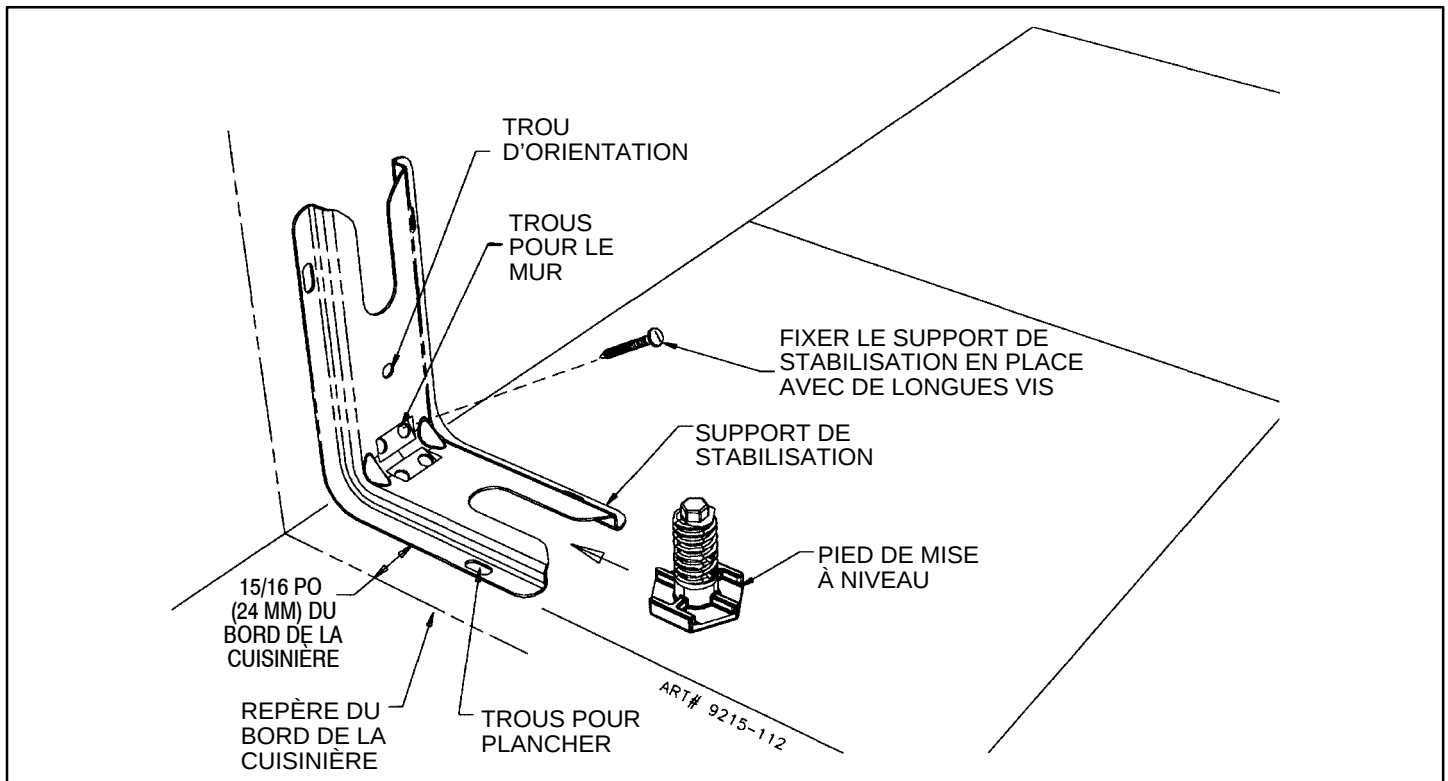
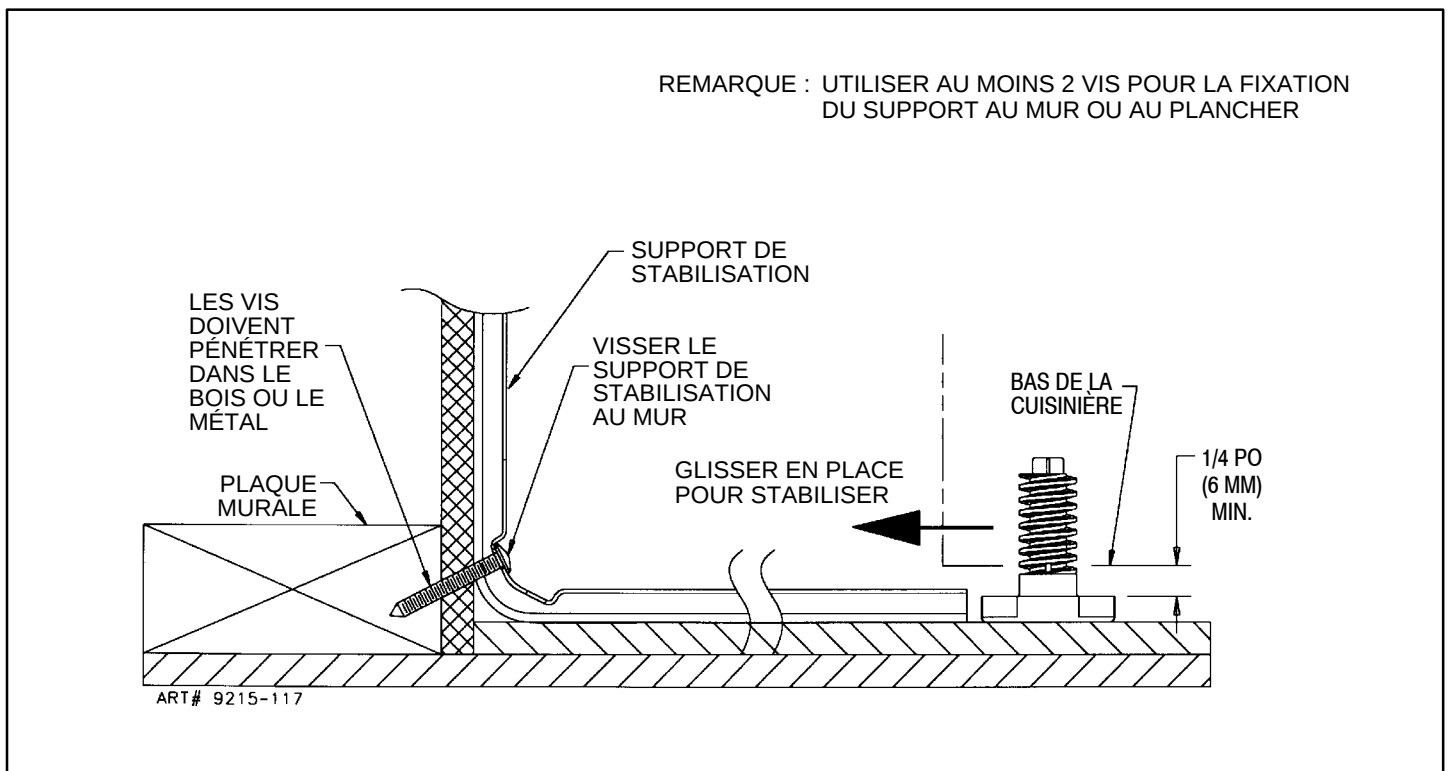

FIGURE 3
FIGURE 4
ÉTAPE 1 - Emplacement du support de stabilisation (voir figure 3).
- B. Placer le SUPPORT à 15/16 po (24 mm) de la marque du « BORD » en allant vers le centre de l'ouverture et contre le mur arrière tel qu'indiqué à la figure 3, le trou d'orientation étant contre le mur.
- C. Utiliser le support comme gabarit et marquer l'emplacement des trous pour le type de matériau sur lequel le support doit être fixé, tel qu'indiqué à la figure 3.
- 1. Plancher : Déterminer le centre des deux trous identifiés par « TROUS POUR PLANCHER » à la figure 3. Percer un trou de positionnement de 1/8 po (3 mm) au centre de chaque trou (un clou ou un poinçon peut également être utilisé si une perceuse n'est pas disponible). Fixer le support de STABILISATION au plancher à l'aide des deux vis fournies. Passer à l'ÉTAPE 3.
- 2. Mur : Déterminer le centre des deux trous identifiés par « TROUS POUR MUR » à la figure 3. Percer un trou de positionnement de 1/8 po (3 mm) au centre de chaque trou (un clou ou un poinçon peut également être utilisé si une perceuse n'est pas disponible) tel qu'indiqué à la figure 4. Fixer le support de STABILISATION au mur à l'aide des deux vis fournies tel qu'indiqué à la figure 4. Passer à l'ÉTAPE 3.
- 1. On trouve des vis convenant au ciment ou au béton dans les quincailleries. Percer les trous de positionnement de la grandeur correspondante à celle des vis obtenues en quincaillerie au centre des trous identifiés « TROUS POUR PLANCHER » à la figure 3. Fixer le support de STABILISATION au plancher. Passer à l'ÉTAPE 3.
- B. Placer la cuisinière de façon à ce qu'elle puisse entrer dans l'ouverture et la pousser en place. Remarque : un dégagement minimum de 1/4 po (6 mm) est exigé entre la cuisinière et le pied de mise à niveau qui va s'insérer dans le support de STABILISATION (voir figure 4).